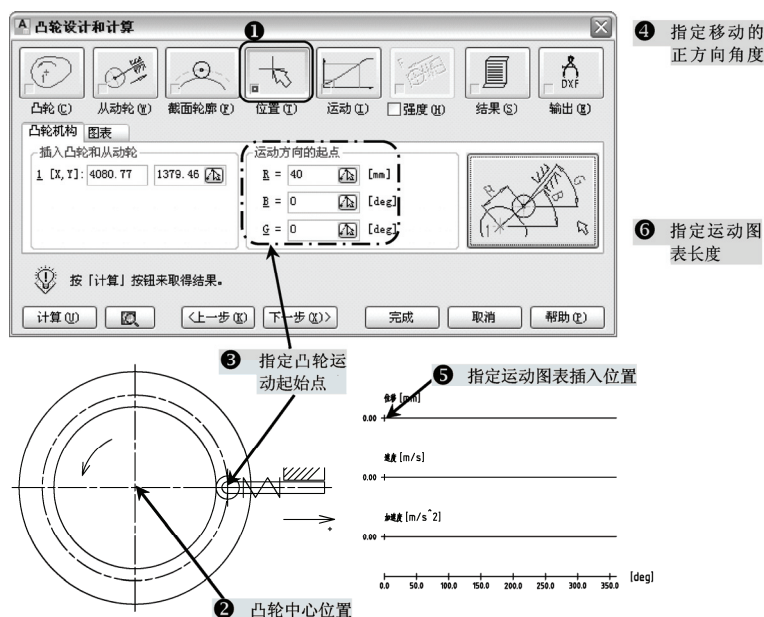

图 12-39 截面轮廓选项
5) 单击“位置”选项, 系统自动隐藏对话框, 在屏幕上指定凸轮中心位置, 指定运动的起点 40 (因为已知从动轮起始处直径 80), 指定移动的正方向角度 0 (因为已知水平向右移动), 指定运动图表插入位置, 指定运动图表的长度 100, 返回“凸轮设计和计算”对话框, 如图 12-39 所示 (在“运动方向起点”选项中, “R”处数值代表运动起点半径值; “B”处数值代表运动起点位置, 如果要放在凸轮正上方, 输入数值 90; “G”处数值代表从动杆移动的正方向。).